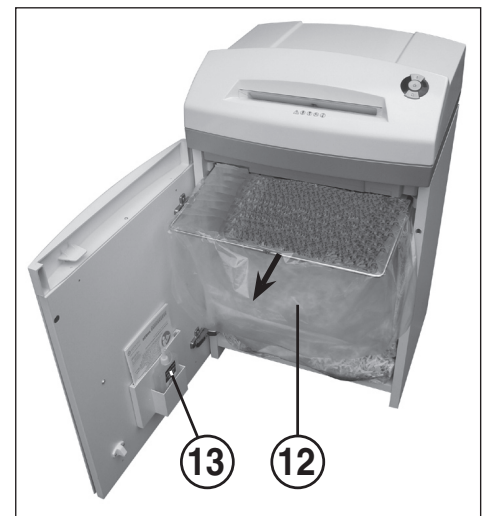

Fig. 4
- 12 = Saco recolector para papel (Fig. 4)
- 13 = Botellita de aceite (Fig. 4)
CÓMO VACIAR EL SACO RECOLECTOR PARA PAPEL (Fig. 4):
Abra la puerta. El indicador de control (8) se enciende y el indicador piloto ⬆ del pulsador de retroceso (4) así como el indicador de control ⚡ (7) parpadean. Tome la botellita de aceite (13) (Fig. 4) situada en el soporte de la puerta y vuelva a cerrar la puerta.